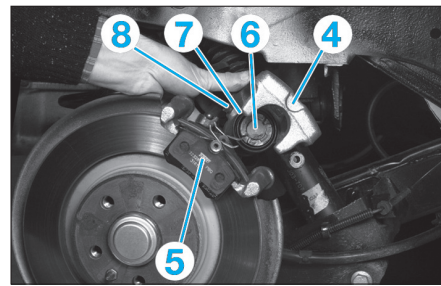

Fig. 5
- Écarter et suspendre l'étrier de frein (4) dans le passage de roue (Fig.5).
- Repousser le piston (6) (par rotation) dans le fond de l'étrier (à l'aide de l'outil Facom DF6.1 ou tout autre moyen) en veillant à ne pas abîmer le joint de piston (7) (Fig.5).
- la canalisation de frein rigide (8) de l'étrier puis l'obturer (Fig.5).
- l'étrier (4) (Fig.5).